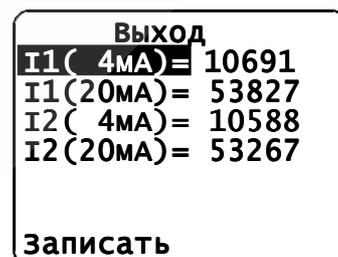

Рис. 4. Настройка выходных сигналов
- с помощью кнопок  $\blacktriangleleft$  и  $\blacktriangleright$  установить курсор в положение «Выход» и нажать кнопку  $\ominus$  – отобразится меню параметров выходных сигналов, значениями которых являются коды соответствия (см. рис. 4);